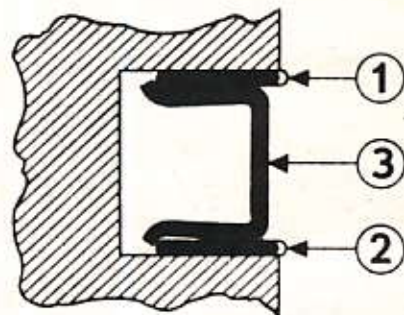

Fig. 11. — Vue en coupe d'un piston avec segment racler PERFECT-CIRCLE.
- deux anneaux flexibles de raclage (1 et 2) (fig. 11) en acier chromé sur sa face extérieure de frottement ;
- un intermédiaire expandeur (3) également en acier.